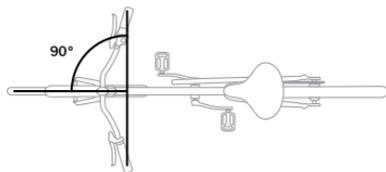

Figure 1.3 : Alignement adéquat du cintre et de la selle.
- Confirmer que le cintre est perpendiculaire à la roue (Figure 1.3).
- Confirmer que la selle est alignée sur le centre du vélo (Figure 1.3).